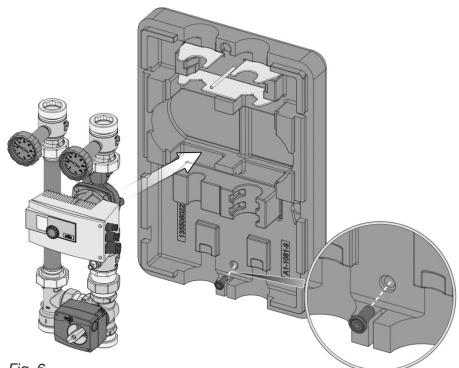

Fig. 6
7. Fixați suportul de perete (6) cu șuruburile hexagonale (cheie mărimea 12) pe perete (fig. 6).
8. Așezați carcasa posterioară în suportul de perete (fig. 6).
9. Introduceți distantierul (8) în perforația de jos a carcasei posterioare și fixați-l pe perete cu șurubul hexagonal (cheie mărimea 12) (fig. 6).
10. Așezați grupul de armături (5) în carcasa posterioară (7) și fixați-l cu placă de fixare (4) și cu piulița hexagonală (3) (fig. 6).
11. Inserați blocul intermediu (2) (2 bucăți) (fig. 6).